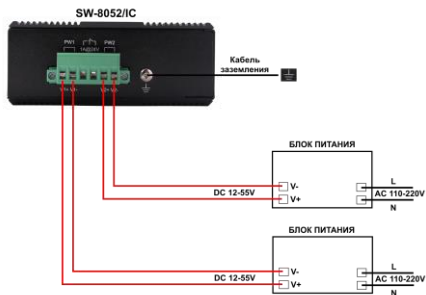

Рис.7 Схема подключения блоков питания к клеммной колодке коммутатора SW-8052/IC
3. Во избежание электромагнитных наводок нужно заземлять коммутатор SW-8052/IC (Рис. 7)